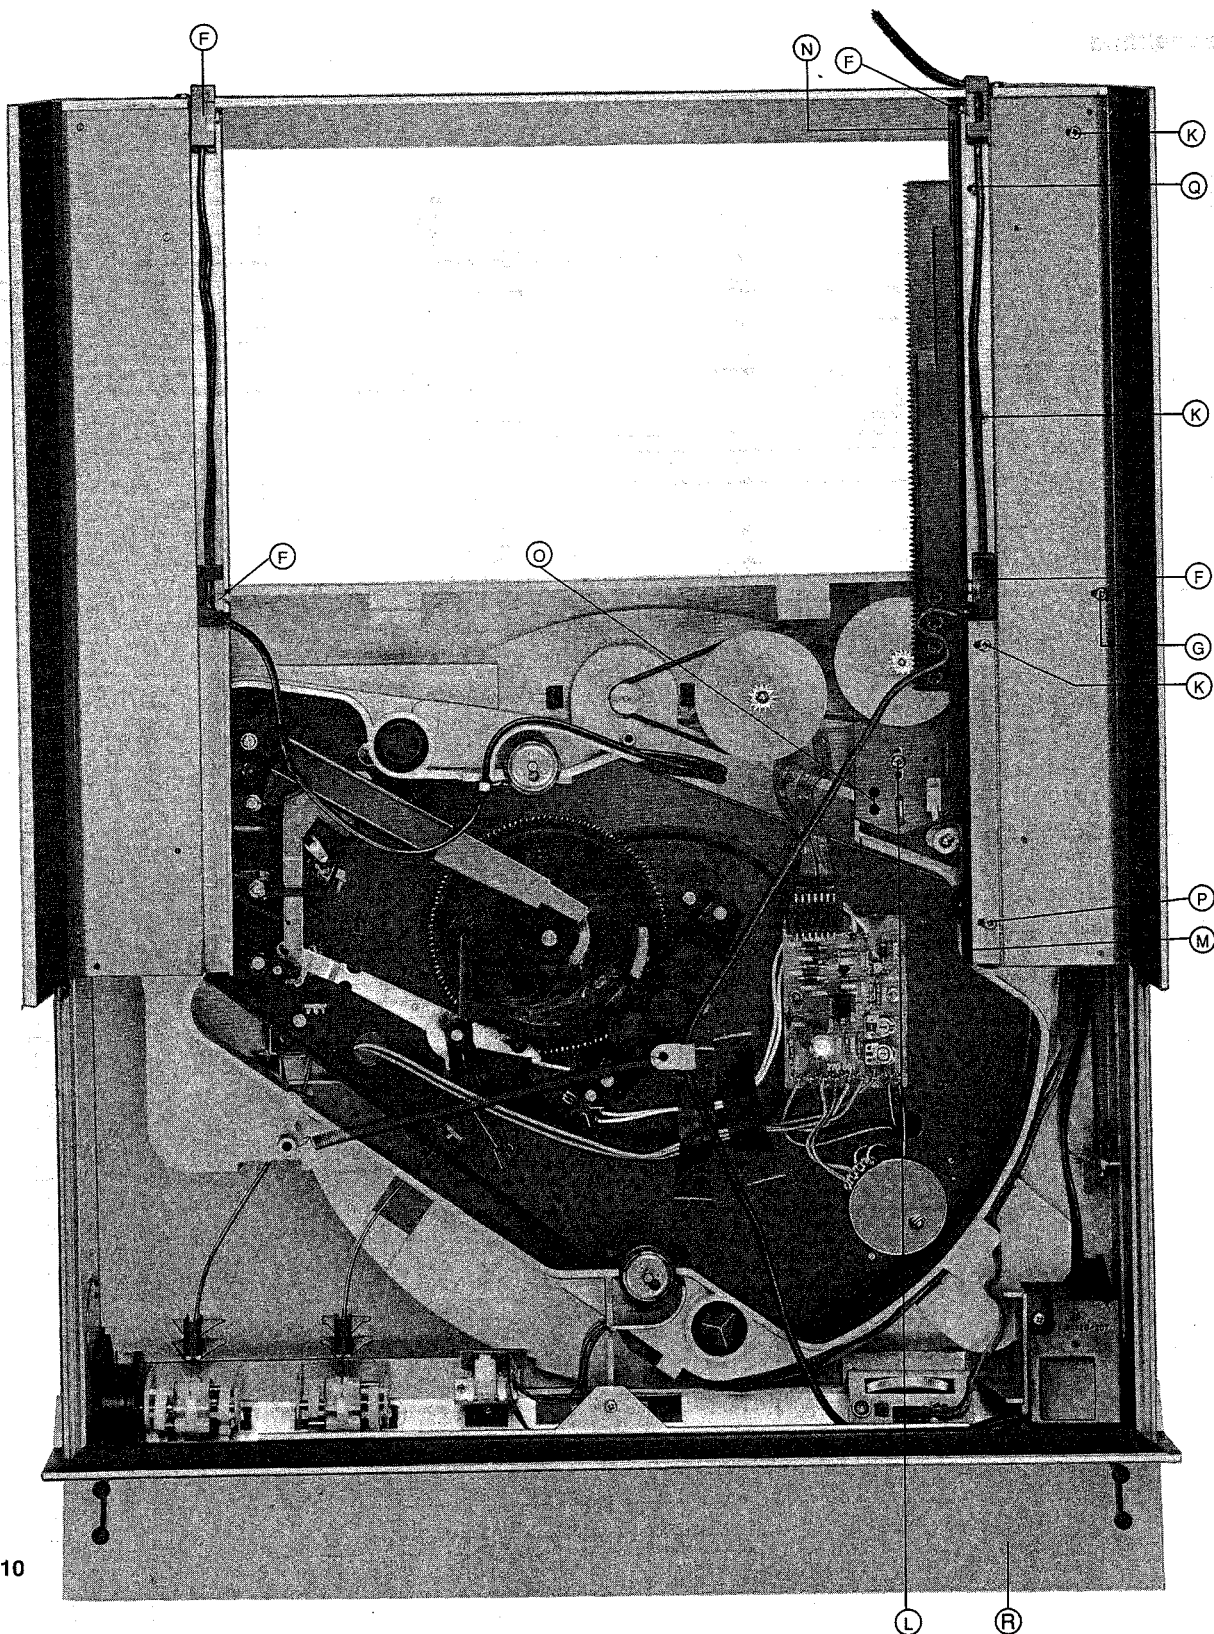

Abb. 10
3. Schraube (E) herausdrehen, Netzschalter-Abdeckung abnehmen und Netzleitung von Schalterplatte abziehen.
4. Schraube (D) herausdrehen und Frontblende nach vorne kippen.
18. Ausbau des Schlittens (Abb. 10)
2. Zwei Schrauben (J) herausdrehen und Winkel abnehmen.
22. Auswechseln der Zahnstange (Abb. 10)
1. Die zehn Rollen ⑫ aufstecken.
2. Klappe ⑬ nach vorne klappen.
4. Die Schraube ⑭ festdrehen.
5. Kabelhalterungen ⑮ einsetzen.
25. Justage des Endschalters (Abb. 10)